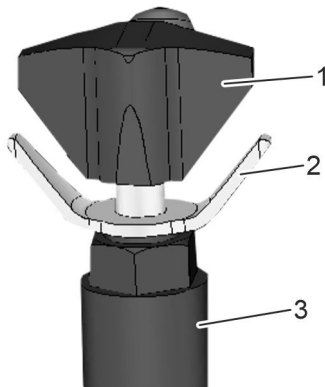

Fig. 17: Válvula reguladora de presión
2. ➤ Suelte el elemento de bloqueo (Fig. 17/2). Para ello, gírelo en sentido contrario a las agujas del reloj.
3. ➤ Gire el selector giratorio (Fig. 17/1) en sentido contrario a las agujas del reloj. Ábralo totalmente.